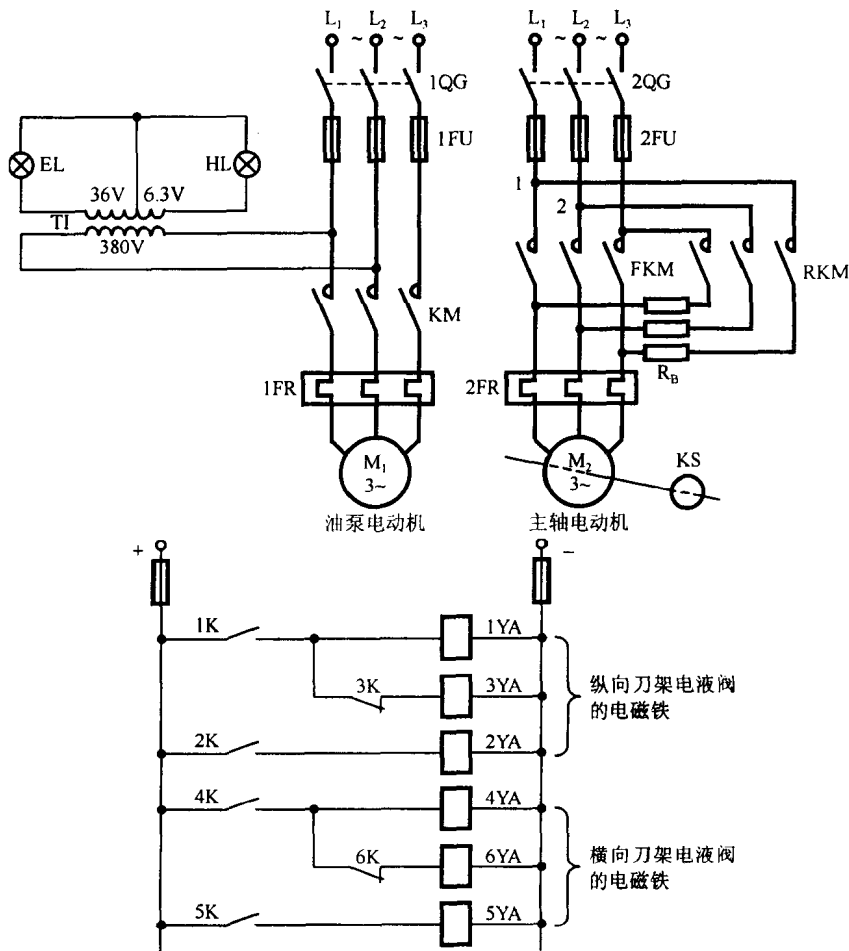
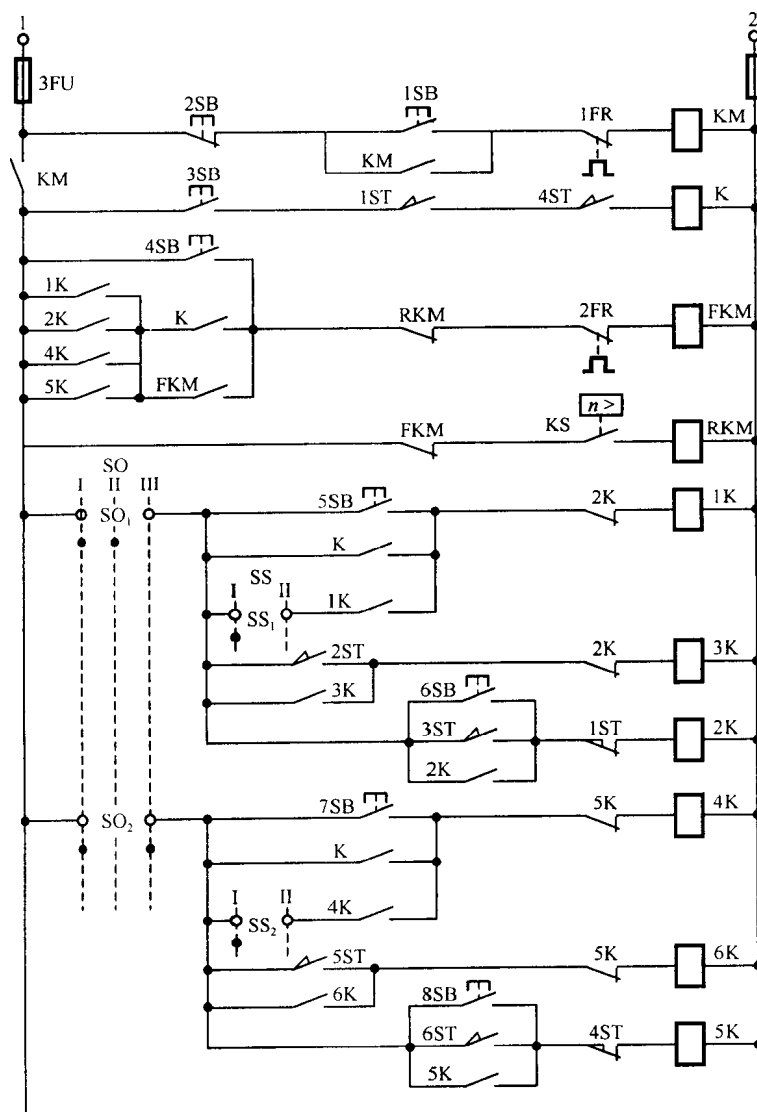

图 8.6 主电路
图 8.7 控制原理电路
③ 提升的极限保护用行程开关1ST,大车向前、向后行走的极限保护用行程开关2ST、3ST。
④ 照明和电铃的低压电源由降压安全变压器TI提供。
**例 8-6** 试分析读懂图 8.6 和图 8.7 所示的液压半自动车床的主电路和控制原理电路图。